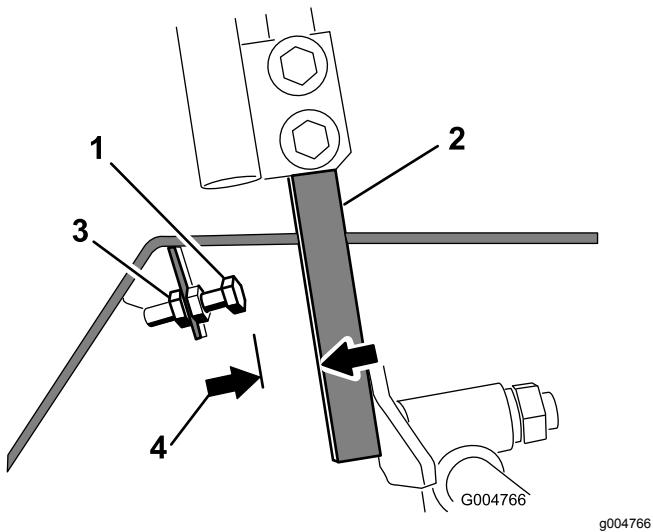

Bild 53
4. Lösen Sie die Klemmmutter an der Anschlagschraube für einen Fahrantriebshebel (Bild 53).